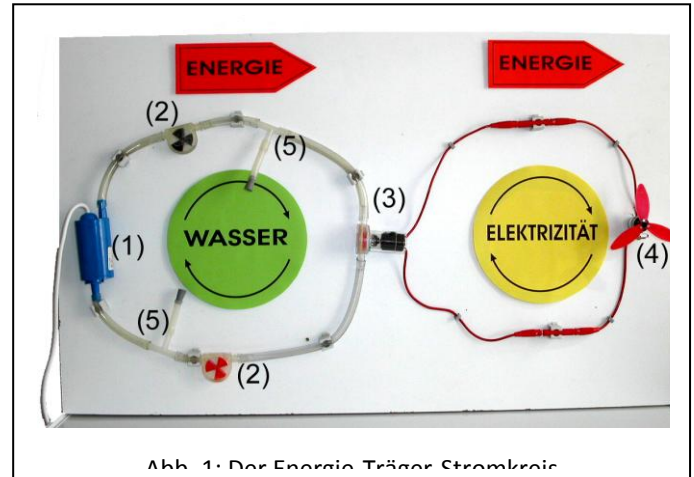
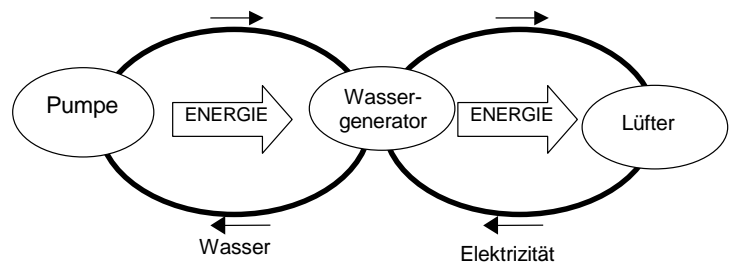

Abb. 1: Der Energie-Träger-Stromkreis
Abb. 2: Energie ist das, was hindurch strömt!
Energie strömt nie allein, bzw. wird nie allein ausgetauscht, sondern immer mit einer zweiten physikalischen Größe zusammen. Diese zweite Größe kennzeichnet die „äußere Erscheinungsform“ des Energietransports. Um die Energie klar von den begleitenden Größen zu unterscheiden, wurde der in Abbildung 1 dargestellte Versuchsaufbau (108.0700) entwickelt, durch den die Schülerinnen und Schüler diesen Unterschied bildhaft erleben können: Eine mit einem Netzgerät verbundene Pumpe (1) treibt Wasser an, das Wasser einen „Wassergenerator“ (3) und dieser einen elektrischer „Lüfter“ (4). Da ein Propeller zum Antrieb Energie benötigt, kann der „Weg“ der Energie zurückverfolgt werden: sie kommt vom „Wassergenerator“, von der Pumpe, vom Netzgerät bzw. von einem Kraftwerk,.... Die Energie ist das, was durch alle Stationen hindurch geht. Dies wird durch die Energiepfeile symbolisiert (Abb. 2). Auf diese Weise wird der „Erhaltungsaspekt“ der Energie betont. Das Wasser und die Elektrizität nehmen dagegen *andere Wege*: sie strömen im Kreis. Deshalb werden zwischen Pumpe und Turbine *zwei* Schläuche, zwischen Generator und Lüfter *zwei* Kabel benötigt. Dass die Energie und die zweite am Energietransport beteiligte physikalische Größe *unterschiedliche*
Fragen wie: „Worin unterscheidet sich eigentlich das Wasser in Abbildung 1 vor und nach dem Wassergenerator?“ „Worin unterscheidet sich die Elektrizität vor und nach dem Lüfter?“ führen zu den Begriffen „Druck p “ und „elektrisches Potenzial φ “. Beide physikalische Größen haben eine analoge Bedeutung: sie geben an, wie viel Energie von dem jeweiligen Energieträger transportiert wird. Ihre Differenz Δp bzw. $\Delta \varphi$ gibt an, wie viel Energie in einem System vom Wasser bzw. von der Elektrizität aufgeladen, bzw. abgeladen wird. In der angegebenen Literatur wird ausführlich dargelegt, wie diese im Anfängerunterricht bildhaft eingeführten Konzepte im weiterführenden Unterricht immer weiter geschärft und präzisiert